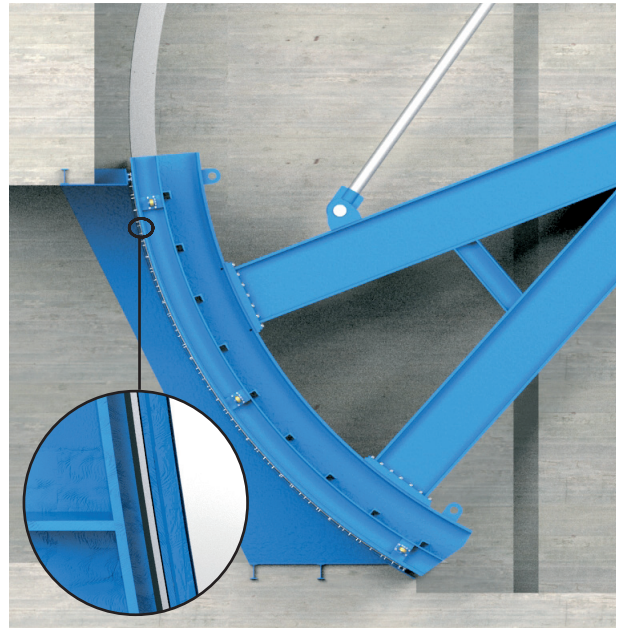

Fig. 11
- Para posicionar correctamente o quadro na obra, colocar outros calços provisórios sobre a telha do quadro e apoiar o conjunto sobre o bocal betonado (fig. 11). A dimensão destes calços será definida de acordo com as dimensões detalhadas no plano fornecido pela **CMO Valves**.